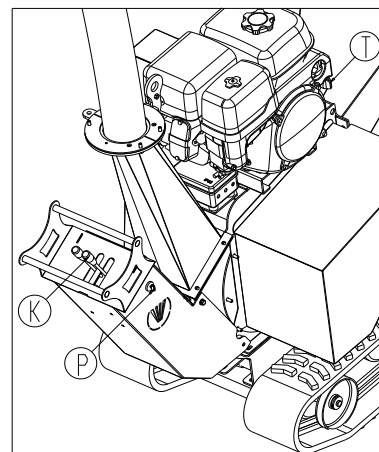
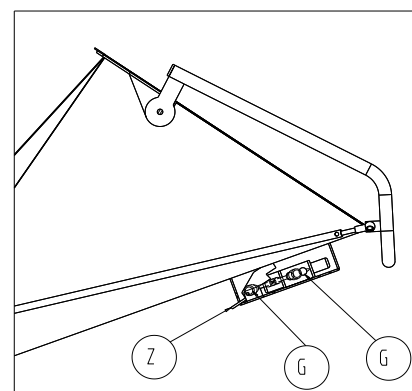
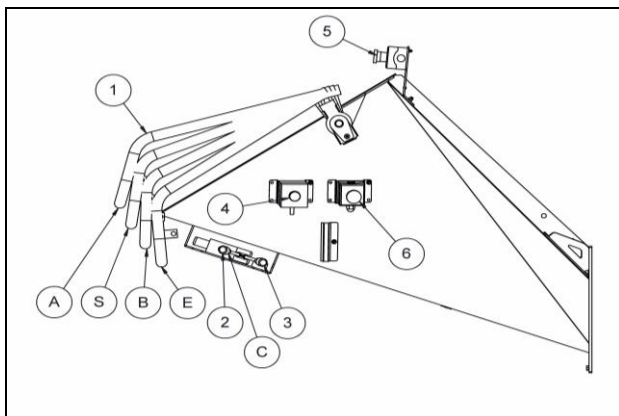

Fig. 2 - Consolle del sottocarro
Fig. 4 - Posizione del commutatore
Fig. 3
**Utilizzo durante gli spostamenti:** assicurarsi che il tubo di lancio non sia rivolto verso la consolle. Servendosi della leva (G) posta sotto alla tramoggia (Fig. 4), scegliere la funzione "SOTTOCARRO". Per i trasferimenti utilizzare i comandi (K) che si trovano sulla consolle (Fig. 2): le frecce rosse indicano la retromarcia, mentre le frecce verdi indicano la marcia avanti.
**Utilizzo in fase di triturazione:** servendosi della leva (G) e dello sblocco (Z) posti sotto alla tramoggia (Fig. 4), scegliere la funzione "TRITURATORE", poi spostare la leva (C) (Fig. 3) nella posizione 2 con il maniglione in posizione A.
Per tritare spostare il maniglione di comando (1) verso di sé (Fig. 3). Il maniglione permette di stabilire il senso di rotazione e la velocità del componente di alimentazione.
Ogni volta che vengono premuti i pulsanti con funzione di arresto di emergenza (6 Fig. 3), il componente di alimentazione si blocca. Per riprende il lavoro, occorre ruotare e sbloccare i pulsanti (Fig. 3 A) e, solo per le macchine con motore a scoppio e con avviamento elettrico, premere il pulsante di reset (4 Fig. 3).